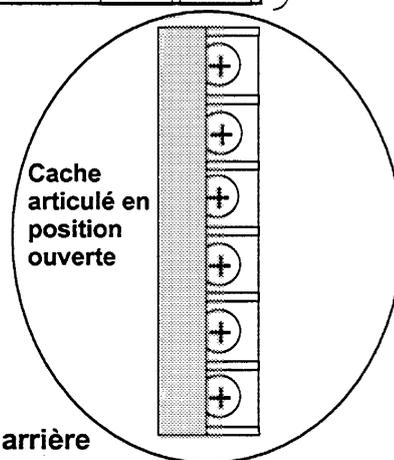

Figure 1-5 : vue des bornes arrière
3. Pour installer un nouveau module, l'insérer doucement dans l'emplacement voulu en veillant à ce que la partie surélevée ② (figure 1-5) du cache en plastique du module coulisse dans le logement du boîtier de fixation.